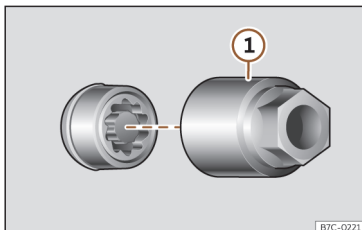

Fig. 194 Parafuso antirroubo com capa de proteção e adaptador.
- Encaixe o adaptador especial >>> **Fig. 194** ① (ferramenta de bordo >>> Página 305) no parafuso antirroubo da roda até ao limite.